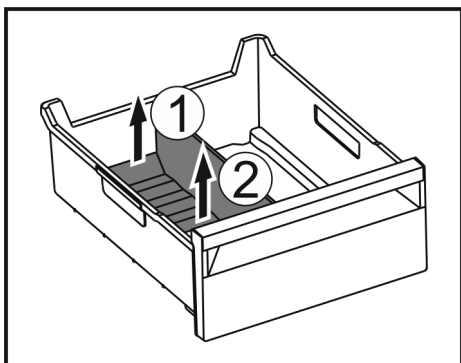

Fig. 138
- Приподнимите заднюю часть разделителя отделения для льда. Fig. 138 (1)
- Извлеките разделитель отделения для льда движением вверх. Fig. 138 (2)